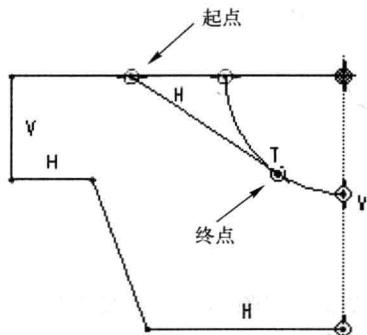

图 1-26 画切线
5) 画切线。画切线时, 起点在直线上, 终点在圆弧上。特别要注意当直线和圆弧相切时会出现“T”相切符号, 如图 1-26 所示。